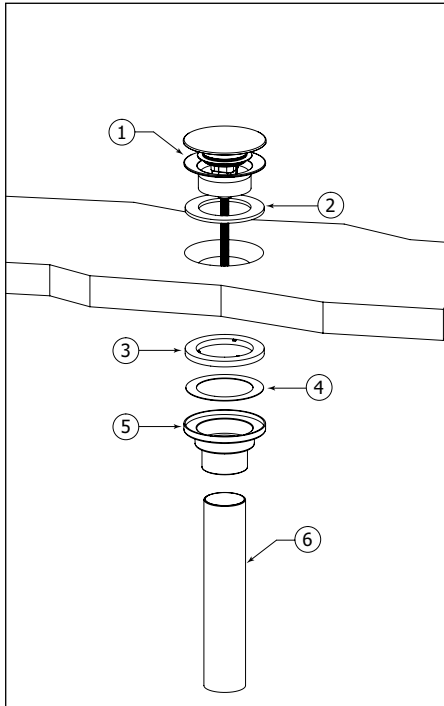

Fig.4
Unscrew the tail piece (6) from the other parts. Then unscrew the drain base (5) and the transparent nylon washers (3&4). Insert the top of the drain (1) and the black nylon washer (2) into the basin waste outlet (fig. 4).
Dévisser le tube (6) des autres pièces du drain. Ensuite, dévisser la base du drain (5) et les joints transparents en nylon (3&4). Insérer le collet du drain (1) et le joint en nylon noir (2) dans l'évacuation du lavabo (fig. 4).